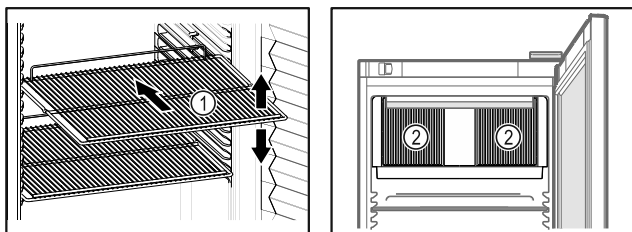

Fig. 61 Eksempelfremstilling Fig. 62
- Hvis oppbevaringshyllene Fig. 61 (1) kan flyttes, juster etter høyden.